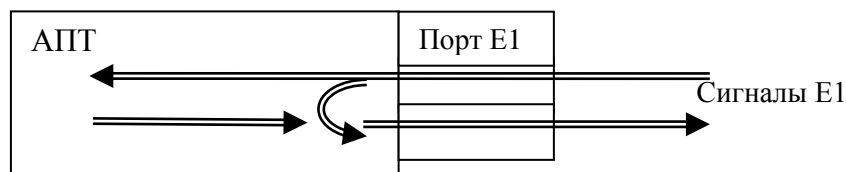

Рисунок 3 – Шлейф, устанавливаемый командой «loop ... p»
**PILOOP** (Payload Loop) – логический шлейф, «заворачивающий» сигнал с входа порта АПТ на выход того же порта с сохранением передачи сигнала в направлении «от порта» (рисунок 3).